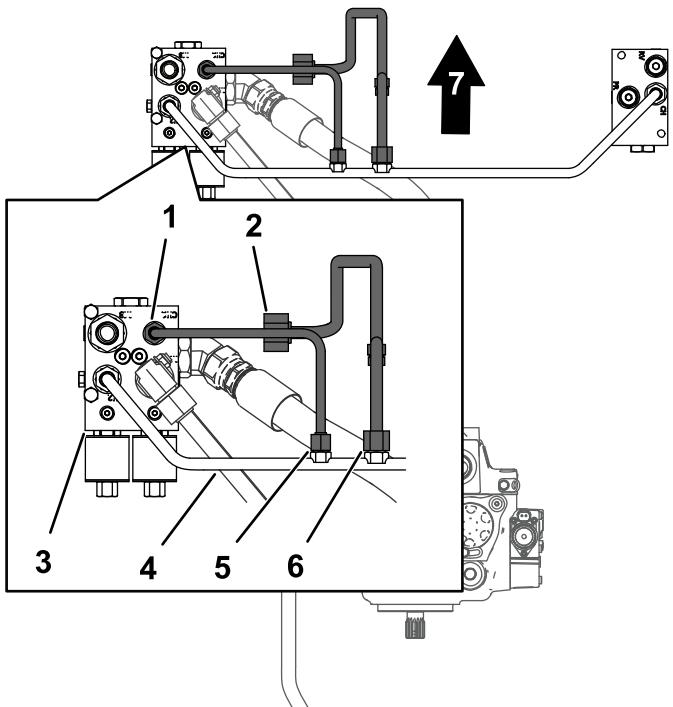

图 10
1. 准备从 拆下十字管 \(页码 4\) 中保留的液压滤管。如 图 10 所示将液压滤管的管螺母与交叉歧管管内的接头对齐。
3. 将分流器管的管螺母与交叉歧管管和分流器歧管内的接头对齐 图 10。